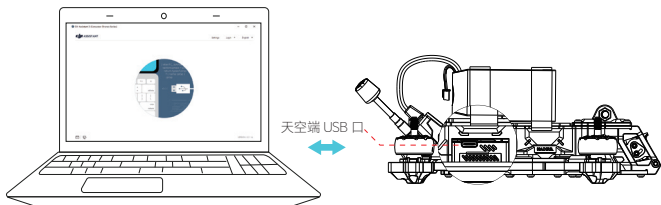

图 1-1
1. 天空端及眼镜激活：Nazgul Evoque 飞行器连接电池，通过 USB-C 接口 [图 1-1] 连接对应设备至电脑并运行 DJI Assistant 2³ 消费机系列) 调参软件进行激活与固件升级详情请参考 DJI-O3-Air-Unit- 用户手册。